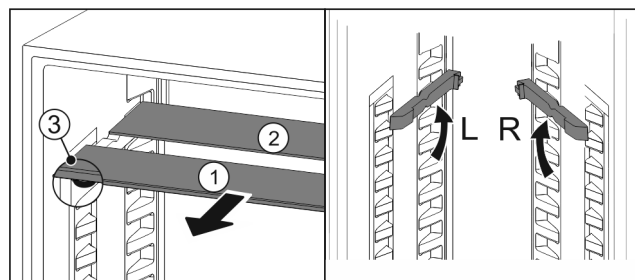

Fig. 125
- Sortir les tablettes par l'avant Fig. 125 (1).
- La tablette en verre Fig. 125 (1) avec bordure décorative est située à l'avant.
- Les butées Fig. 125 (3) sont orientées vers le bas.